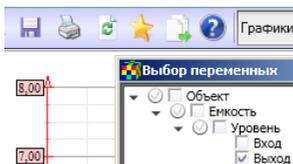

Рис. 1.8 Тренд
9. Создание тренда: выделите вкладку Тренды – Добавить – Имя: Изменение уровня. По кнопке «Выбор перьев» (звезда)-добавьте переменную Выход, рис.1.8.